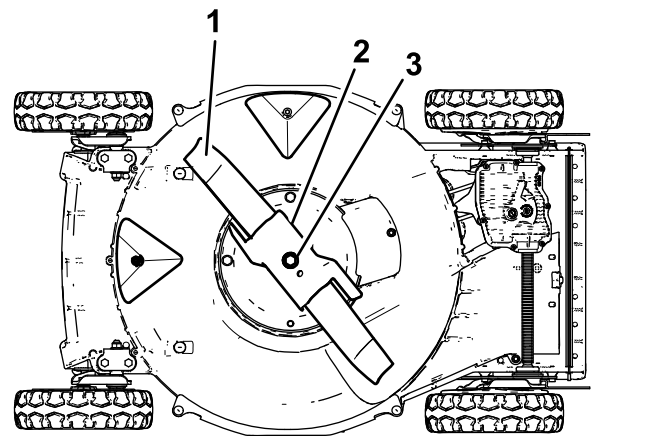

Figura 24
- Vuelque la máquina hacia su lado **derecho** (limpiador de aire hacia arriba), según se muestra en Figura 24.